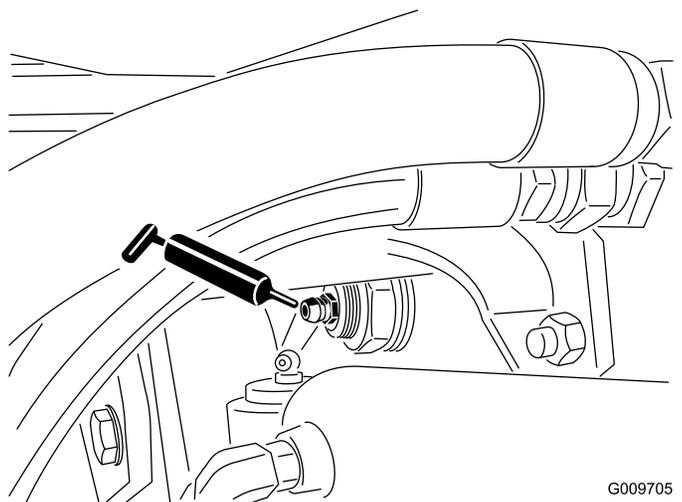

Figura 49
- Casquilhos articulados do eixo traseiro (2) (Figura 49)